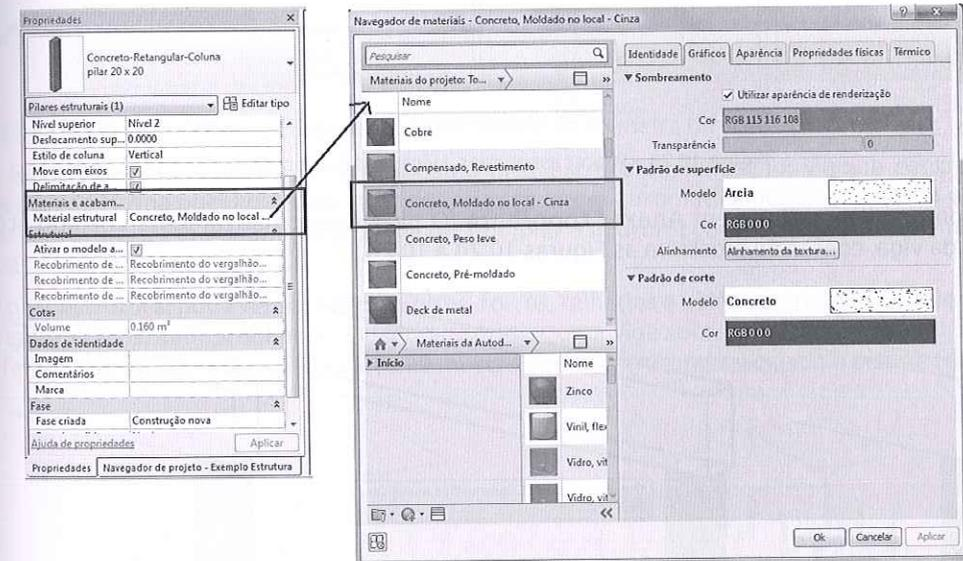

Figura 10.20 – Material do novo pilar.
4. Para alterar o material, clique nos três pontinhos em **Material** na janela **Propriedades**, pois nesse tipo de elemento o material é uma propriedade de instância, já que pilares com mesmas dimensões podem ter concreto de resistências diferentes. Na janela que se abre, configure o material selecionando **Concreto – Concreto moldado no local** e pressione **OK** para finalizar (Figura 10.20).